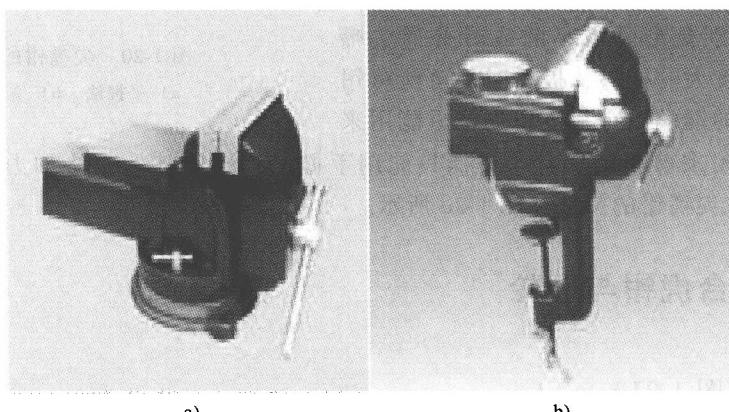

图1-22 固定式台虎钳
(1) 固定式台虎钳(图1-22) 固定式台虎钳是一种装在工作台上供夹持工件用的夹具。台虎钳的大小是以钳口的长度来表示的。常用的有100mm、127mm、150mm三种规格。